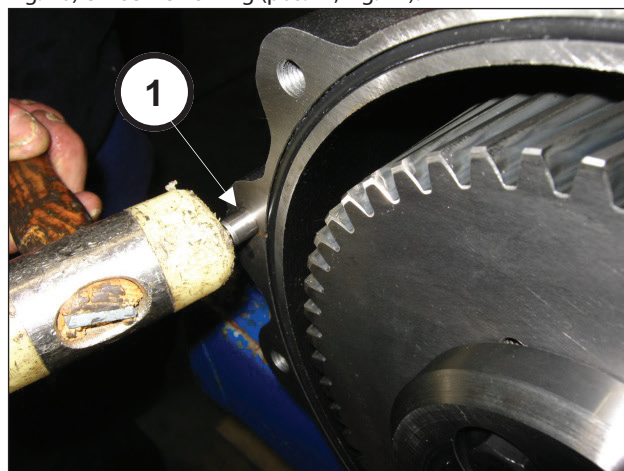
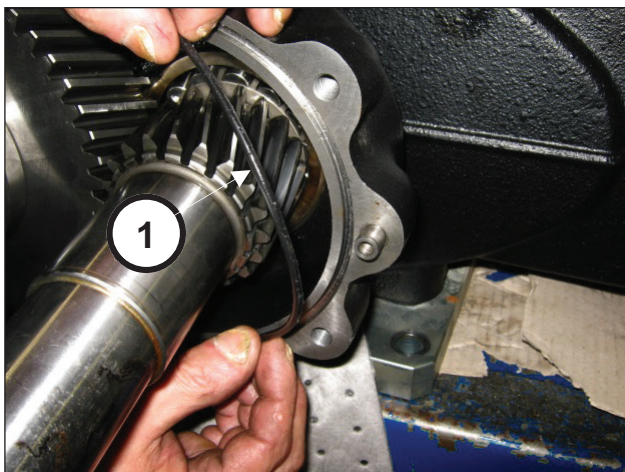

Fig. 70
Fig. 71
Applicare le 2 spine  $\varnothing 10 \times 24$  alla scatola riduttore (pos. ①, Fig. 70) e inserire l'O-ring (pos. ②, Fig. 71).